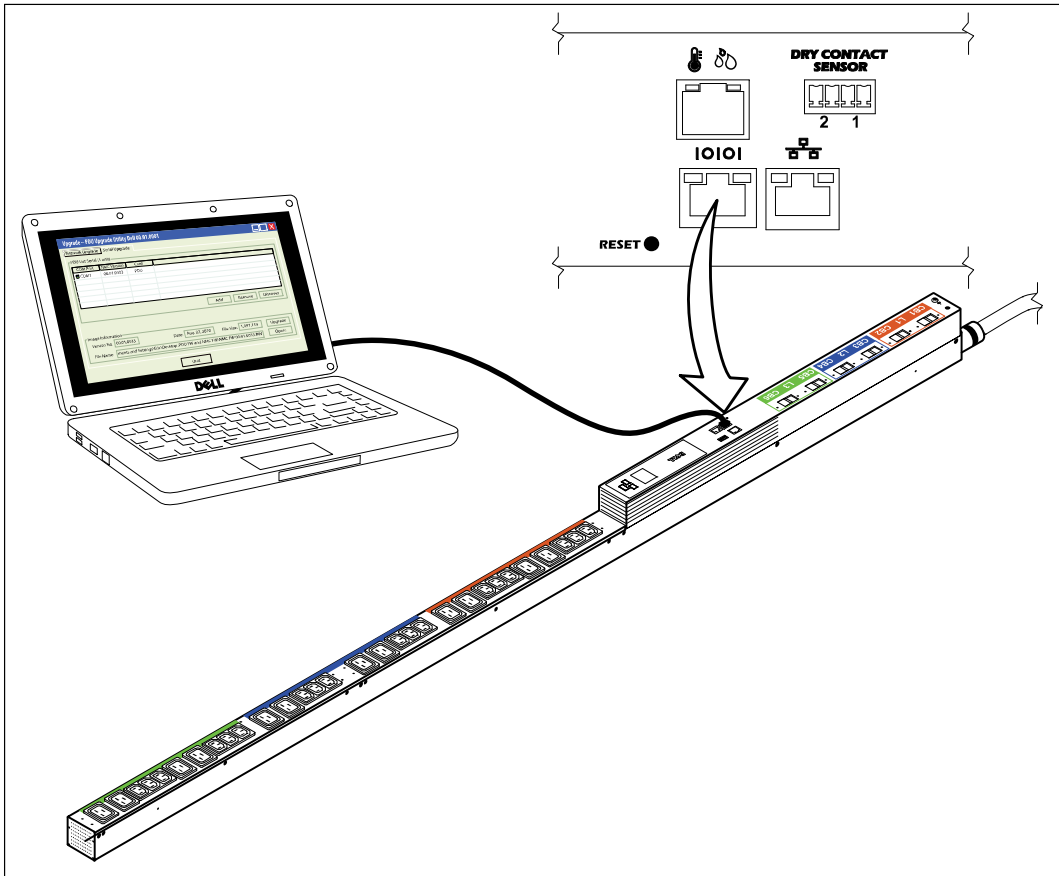

図19. PCとrPDUシリアルポートの接続
- 3 シリアルケーブルRJ-45コネクタをrPDUにあるシリアル接続ポートへ接続します（図19参照）。
- 1 アップグレードするrPDUの電源がオンになっていて、RJ-45-to-DB-9 (RS-232)ケーブルを使用してPC COMポートに正しく接続されていることを確認します(図19参照)。
3 RESETボタンを10秒以上押します(図19参照)。